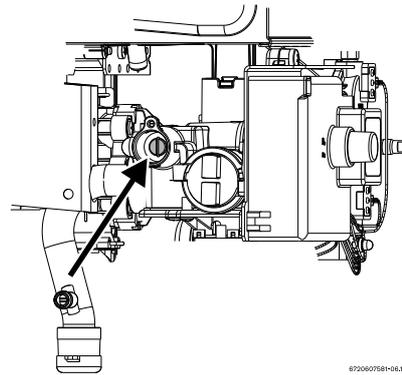

Bild 4 Einstellschraube max. Gasmenge
- ▶ Plombierung von der Einstellschraube entfernen (Bild 4).
- ▶ Mit der Einstellschraube (Bild 4) den Düsendruck gemäß Tabelle 2 einstellen.